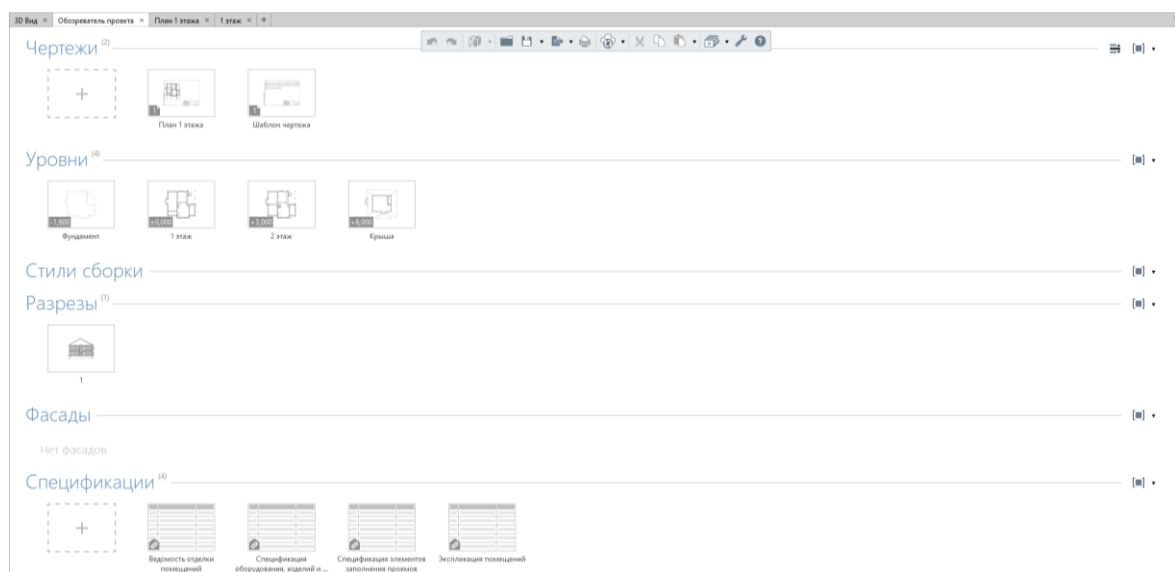

Рис. 15 Обзоратель проекта, Разрез 1
6. Зайдем в **Обозреватель проекта**, в пункте **Разрезы** появился **Разрез 1** (рис. 15)